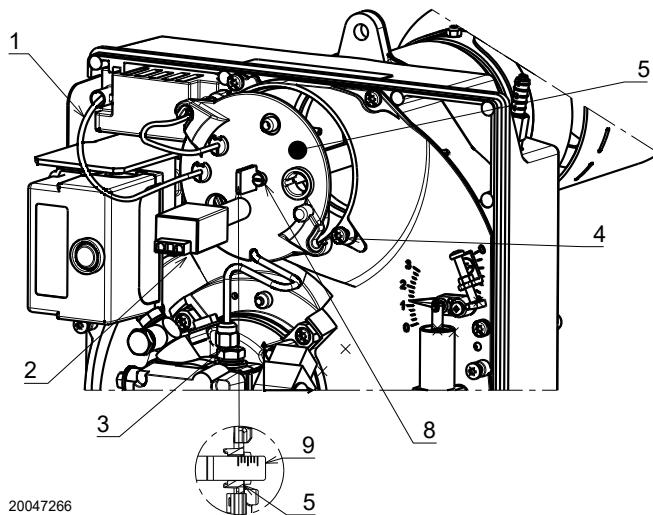

Fig. 20
- Débrancher les petites câbles 1) (Fig. 20) de la boîte de contrôle, le détecteur de flamme 2) et dévisser l'écrou 3) de la pompe.